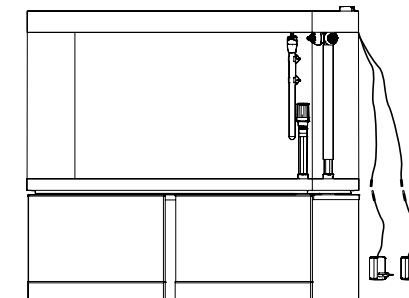

Fig. 9
3. Conecta el módulo de iluminación al controlador LED mediante el conector (Fig. 9).